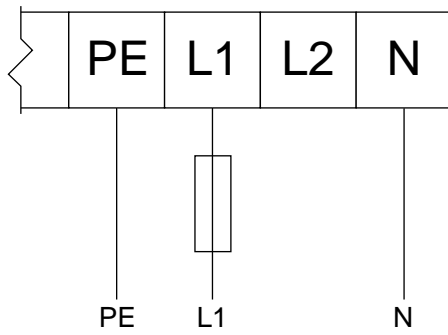

Figure 8 Wejście 120 V AC 1-fazowe/wyjście 240 V AC 3-fazowe
- Podłączyć przewody zasilania do zacisków zasilania w skrzynce przyłączeniowej napędu VFD. Patrz tabela 3 i rys. 8–12, w zależności od systemu.